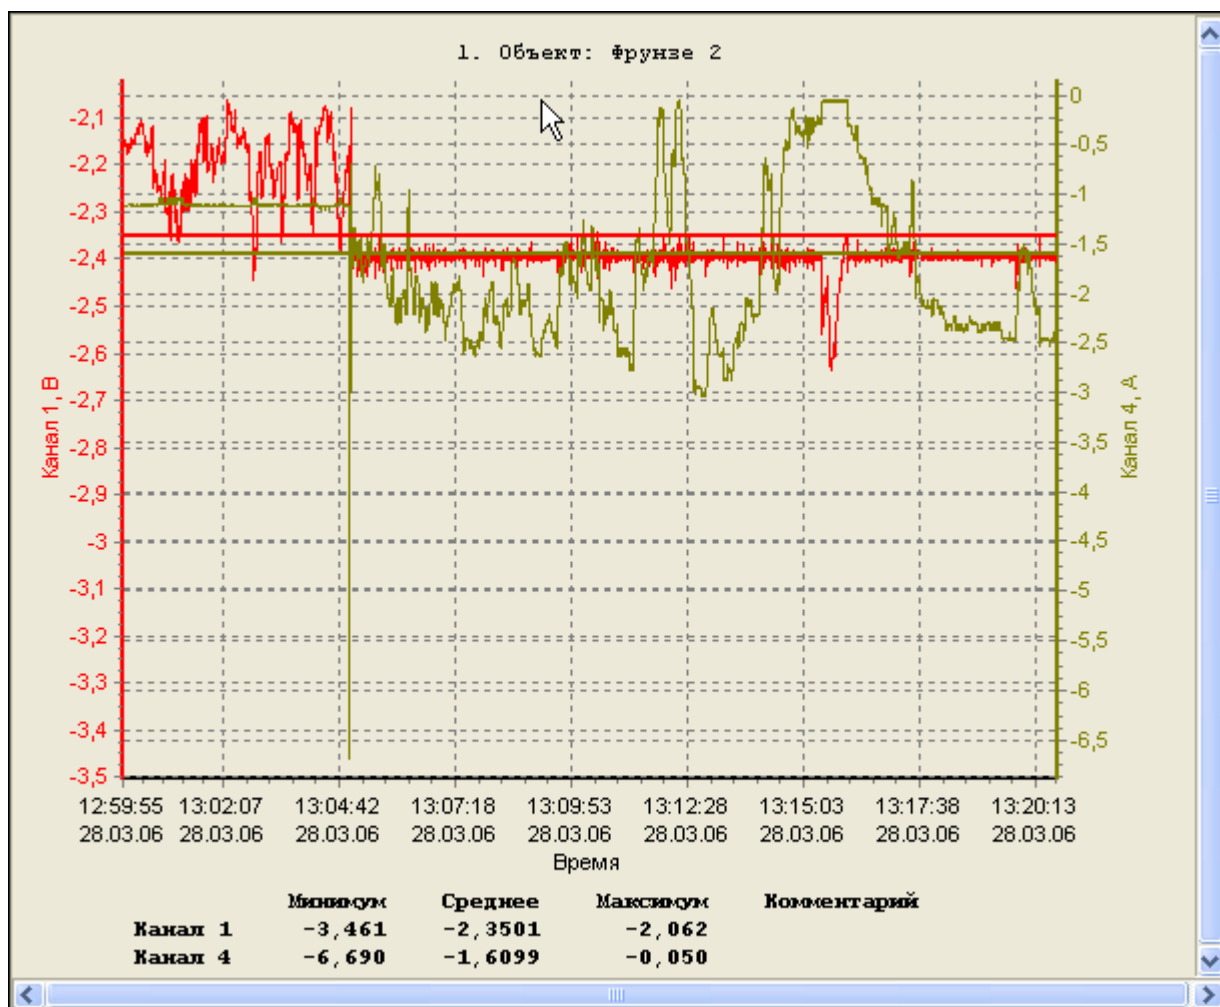

Рисунок 79 – Окно графиков
- ✓ Окно графиков (рисунок 79) – строятся графики по данным, полученным с регистратора (может выводиться до 4 графиков одновременно);